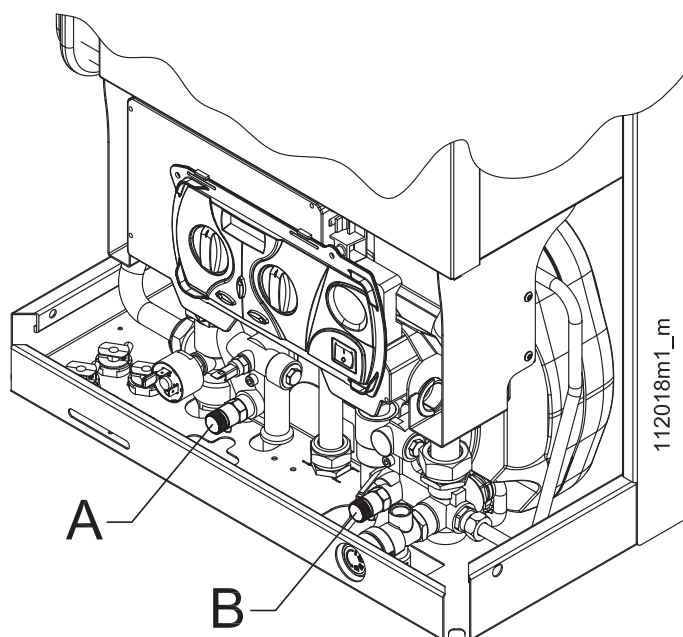

Figura 8-9 - Rubinetti di scarico circuito riscaldamento
- 6.- collegare ai rubinetti di scarico "A" e "B" (vedi figura 8-9) un tubo flessibile di gomma e convogliarlo nello scarico di un lavello o simile;